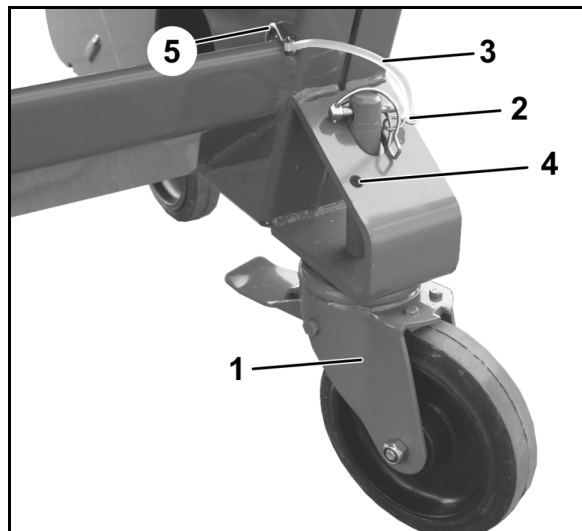
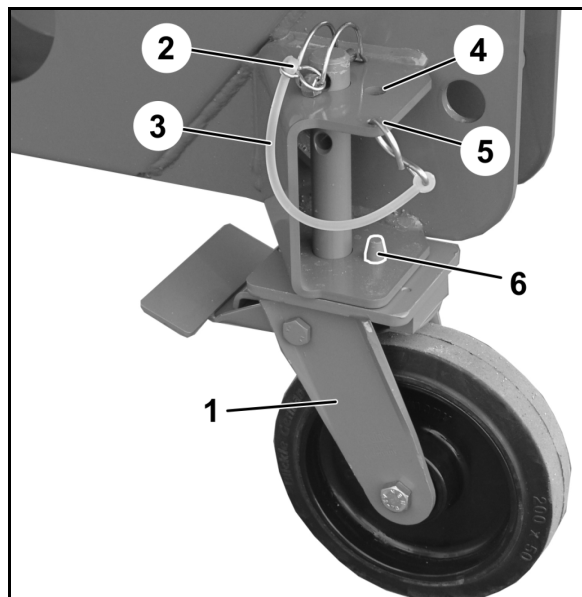

図 9
図 10
- リンチピンを安全ベルト (図 9/3、図 10/3) で機械 (図 9/5、図 10/5) に固定します。
5. 前側の可動ホイール (図 9/1)、後側の固定ローラー (図 10/1) は
- 取り付け、リンチピン (図 9/2、図 10/2) で固定します。あるいは
搬送用ホイールを使用しない場合、リンチピンをパーキング位置 (図 9/4、図 10/4) で固定します。
固定ローラーの取り付け時には、ピン (図 10/6) がフレームの穴に入り、ローラーを縦方向で保持するようにしてください。